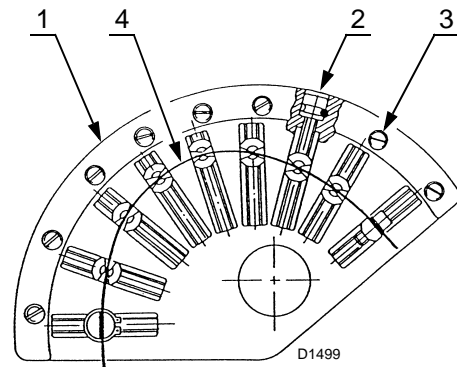

Fig. 29
Agire sui registri filettati 2)(Fig. 29) dopo aver allentato le viti 3).
Legenda (Fig. 29)
- 6 Procedere alla taratura della portata d'aria mediante la regolazione della camma a profilo variabile agendo sulle viti 2)(Fig. 29).
- 9 A regolazione ottimale raggiunta, ricordarsi di bloccare le viti di regolazione dei profili delle camme per mezzo delle viti 3)(Fig. 29).